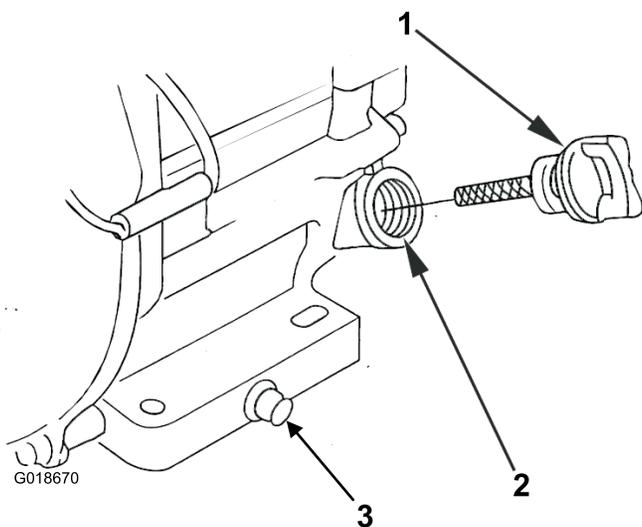

Figure 13
1. Placez le rouleau aplanisseur sur une surface plane et horizontale afin que le moteur soit de niveau. Arrêtez le moteur, laissez-le refroidir et nettoyez la surface autour du bouchon de remplissage-jauge d'huile (Figure 13).
- Procurez-vous un entonnoir en prévision de la vidange d'huile ; retirez le bouchon et placez l'entonnoir sous le bouchon pour guider l'huile dans un récipient (Figure 13).